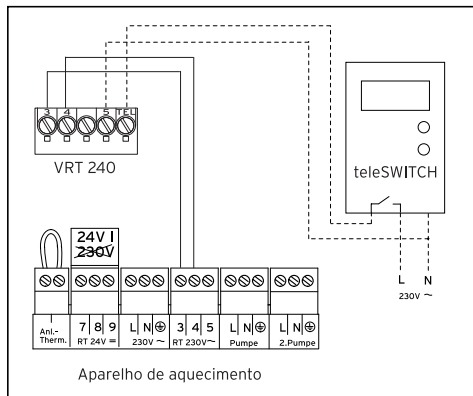

Fig. 10.1 Conexão eléctrica
- Conecte o teleSWITCH como ilustrado na Fig. 10.1. Respeite também o manual do teleSWITCH.